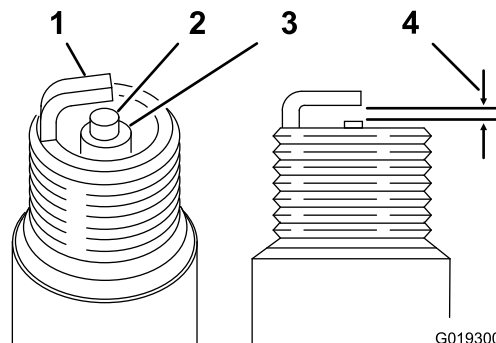

Figura 44
5. En cada bujía, ajuste la distancia entre el electrodo central y el electrodo lateral a 0,76 mm; consulte Figura 44. Tras ajustar correctamente los electrodos, instale las bujías con la junta correspondiente y apriételas a 20 N·m.